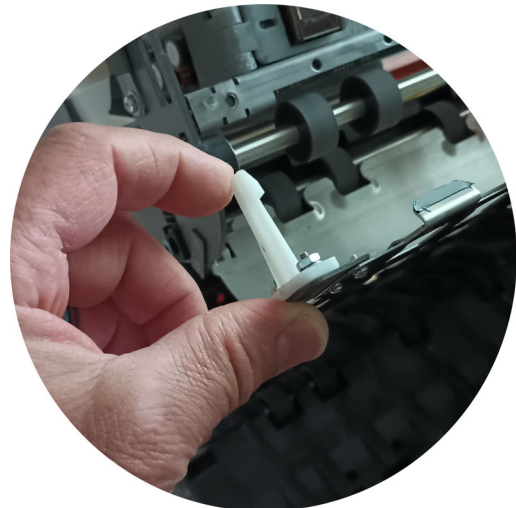

Figura 5-2: Cómo acceder a la impresora trasera
2. Levante la lengüeta (ver Figura 5-2) y abra la guía del papel para dejar al descubierto el conjunto de la impresora.